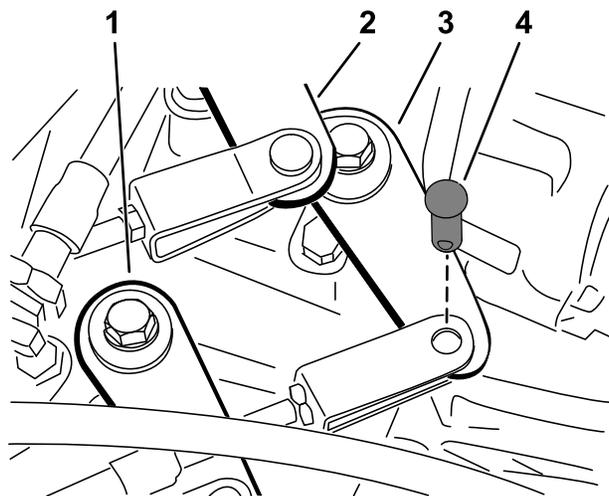

図 44
2. シフトケーブルをトランスアクスルのシフトアームに固定しているクレビスピンを取る図 44。
- ハイ・ロー切り替えケーブルをトランスアクスルに固定しているクレビスピンを取る 図 44。